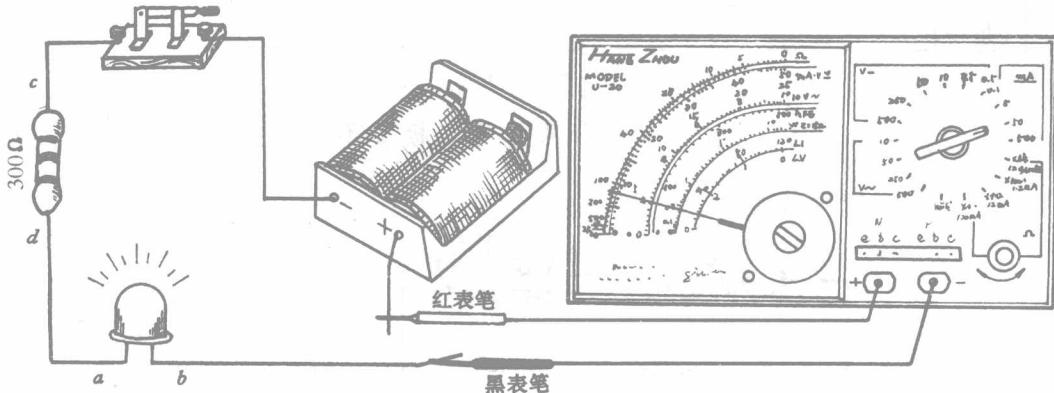

图 1-1-6
② 如图 1-1-6 所示, 将上面实验电路中发光二极管到正极的连接线(图中 b)断开。将万用表红表笔接电池正极, 黑表笔接 b 端(即将万用表串联接入电路)。
③ 读数据, 此次操作记录为 _____ mA。
(4) 测量电烙铁的电阻值。